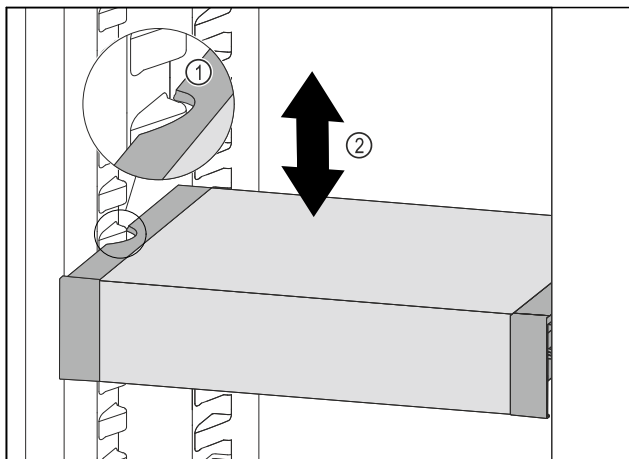

Fig. 243
- Predal VarioSafe povlecite v smeri naprej, dokler nista stranska izreza predala VarioSafe na višini nastavka za posodo v hladilniku. Fig. 243 (1)
- Predal VarioSafe premikajte v hladilniku gor ali dol, dokler ne dosežete želene višine. Fig. 243 (2)